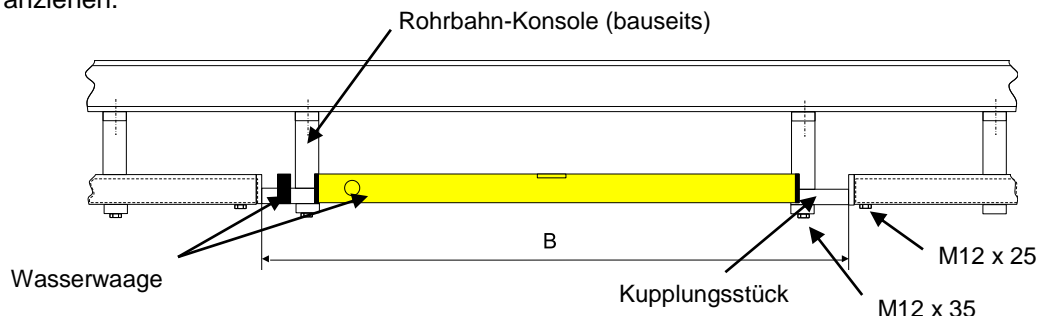

Abb.2
- Kupplungsstücke und Rohrbahn-Konsolen wie in Abb. 2 gezeigt, montieren, Schrauben noch nicht festziehen. Um ein Verziehen der Wägebrücke zu vermeiden, müssen die Kupplungsstücke parallel zueinander und genau horizontal ausgerichtet sein. Dazu mittels Wasserwaage die Auflagen für die Wägebrücke in Längs- und Querrichtung prüfen und ggf. justieren. Maß B kontrollieren und alle Schrauben unter Berücksichtigung der vorgeschriebenen Drehmomente anziehen.